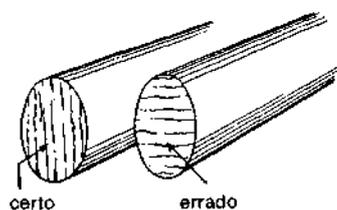
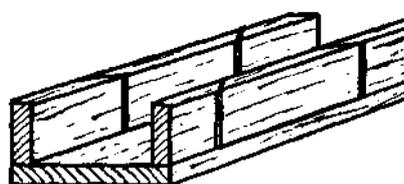

Fig. 27 — Cabo para martelo.
Fig. 28 — Caixa meia-esquadria para cortar molduras.
*Cabo para martelo* (Fig. 27). *Caixa meia-esquadria* (Fig. 28).